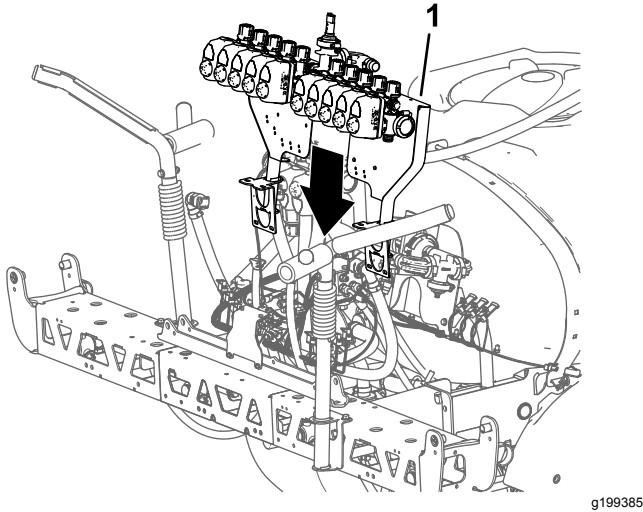

Figure 108
1. Avec un matériel de levage de la capacité de levage spécifiée, soulevez le support de vannes et le bloc de vannes de pulvérisation et alignez-le au-dessus de la section de pulvérisation centrale (Figure 108).